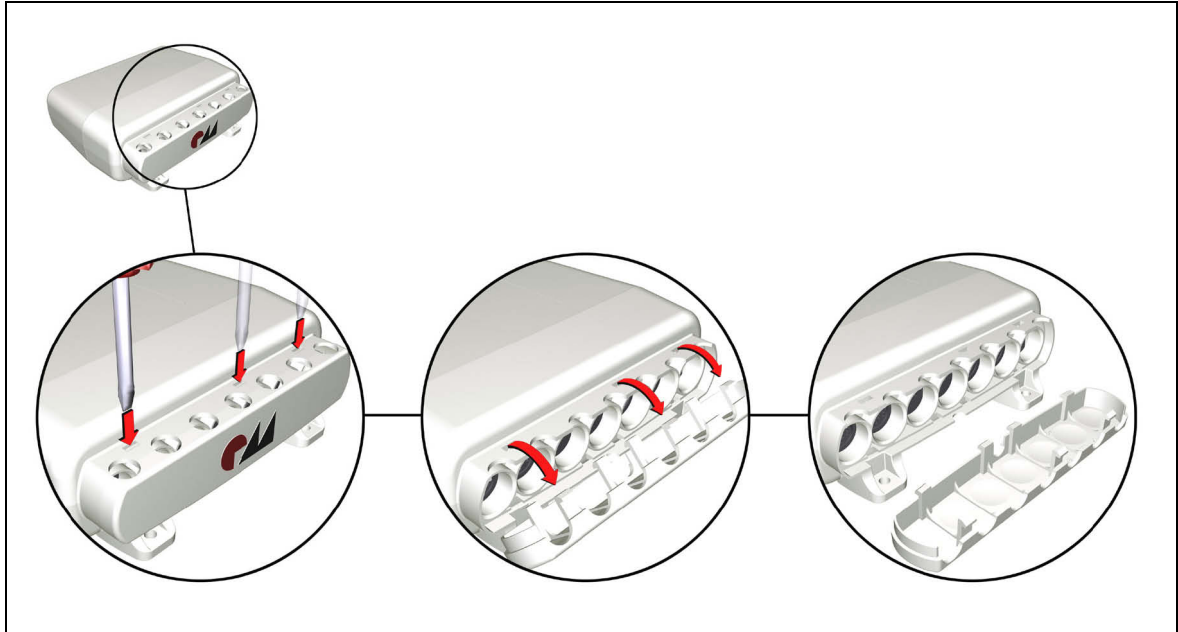

Abbildung 11 Öffnen der Auszugssicherung an der Steuerung MCL III
- 2 Drücken Sie mit einem geeigneten Werkzeug die drei Rastnasen in den Aussparungen herunter, wie in Abbildung 11 gezeigt. Kippen Sie gleichzeitig die Auszugssicherung nach vorne, so dass sich die Rastnasen aus den Aussparungen lösen.
- 2 Öffnen und entfernen Sie die Abdeckung (siehe Abbildung 11).